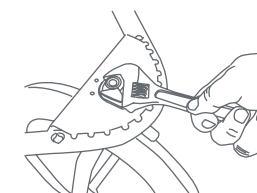
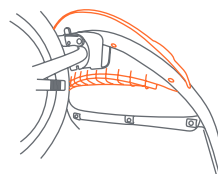

Fig. 23
Fig. 24a
- 23) • Invierta el paso (Fig.24a). Quite el guardabarros para alcanzar la tuerca. Puede usar una llave inglesa estándar para ajustar la tuerca (Fig. 23).
- 24) • Alinee el guardabarros delantero y presiónelo en el armazón delantero (Fig. 24a).